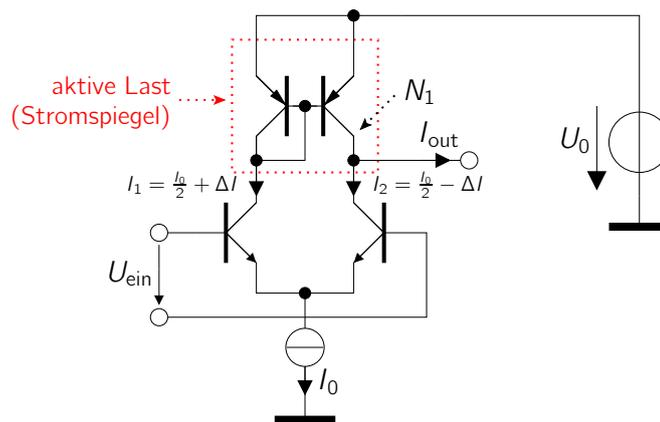

Abbildung 2.6: Differenzverstärker mit einer aktiven Last, durch die der Ausgangsstrom ΔI einer Seite verdoppelt wird.
Die aktive Last, dargestellt in Abbildung 2.6, arbeitet wie ein Stromspiegel. Wenn sich aufgrund einer Differenzspannung am Eingang der Strom zwischen den Zweigen um den Wert ΔI um den Ruhewert $\frac{I_0}{2}$ verschiebt, ändert sich der Ausgangsstrom I_{out} um den doppelten Wert ($2 \cdot \Delta I$). Dies ergibt sich durch einfache Anwendung der Kirchhoffschen Knotenregel (Summe aller Ströme in einem Knoten ist gleich Null) am Knoten N_1 in Abbildung 2.6.
Die gesamte Treiberstufe stellt einen sogenannten AB-Verstärker dar. Dieser besteht aus einer Vorspannungserzeugung und der eigentlichen Gegentaktendstufe. Der Ausgangsstrom der Differenzstufe wird mit Hilfe des pnp-Transistors T_9 (vgl. Abbildung 2.7) in ein Spannungssignal umgesetzt. Je nach Höhe des Eingangssignals I_{in} (= Ausgangsstrom I_{out} der aktiven Last in Abbildung 2.6) ändert sich der Ausgangsstrom von T_9 und erzeugt in Verbindung mit dem konstanten Arbeitspunktstrom I_0' eine von der Signalamplitude abhängige Spannungsänderung U_{CE9} am Transistor T_9 .
- Zeigen Sie mit Hilfe von Abbildung 2.6, dass der Ausgangsstrom am Knoten N_1 mit aktiver Last stets verdoppelt wird.